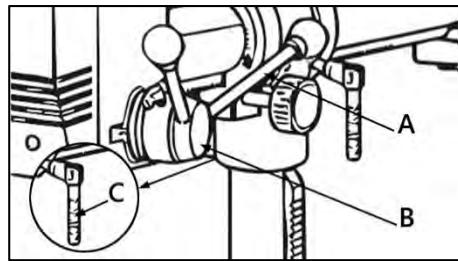
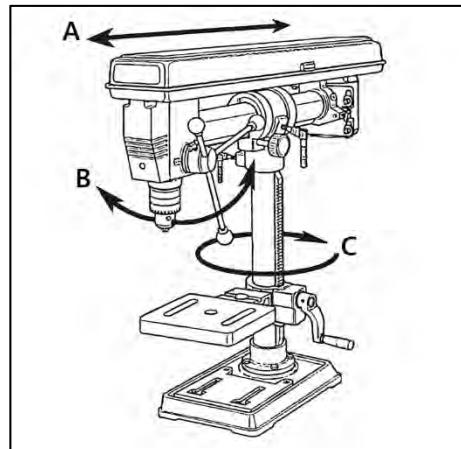
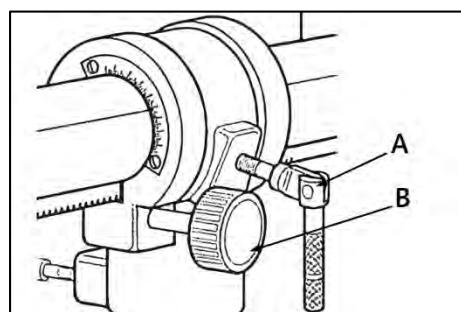
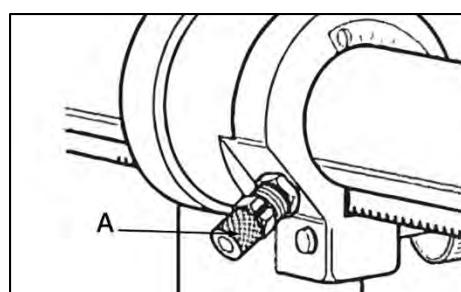

Рисунок 8.
Рисунок 16.
Рисунок 17.
Рисунок 18.
Аккуратно поднимите сверлильную головку (A) (рис. 8) и наденьте ее на колонну до упора. Выровняйте головку относительно стола и основания. Затяните рукоятку фиксации (C) на левой стороне кронштейна сверлильной головки.
Для горизонтального перемещения (A) сверлильной головки (рис. 16), ослабьте рукоятку фиксации А (рис. 17) и поворачивайте ручку (B) до достижения необходимого результата. Затяните фиксатор (A).
Для наклона (В) сверлильной головки (рис. 16), ослабьте фиксатор А (рис. 17). Затем оттяните пружинный штифт А (рис. 18) и поверните сверлильную головку под необходимым углом. Затяните рукоятку А (рис. 17).
Для поворота (С) сверлильной головки вокруг колонны (рис. 16), ослабьте рукоятку фиксации С (рис. 8), поверните головку. Затяните рукоятку.